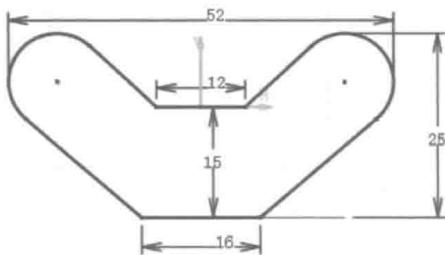

图 3.7 添加水平约束
Step7. 添加图 3.7 所示的水平约束。选择下拉菜单 **插入** → **约束** → **约束创建**